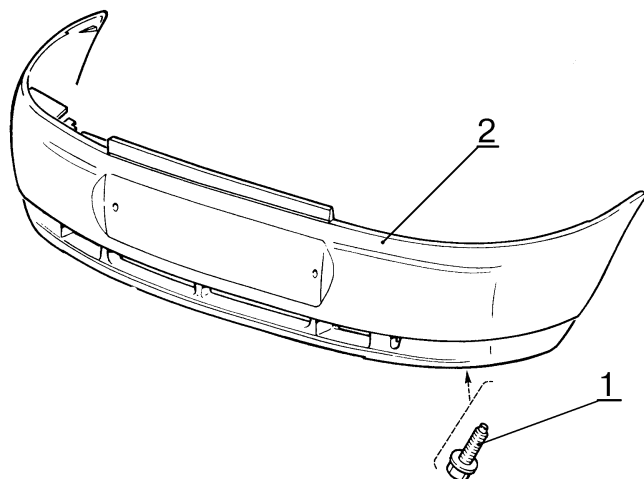

Рис.2. Бампер передний:
3.3 Отвернуть два болта 1, рис.2, отвернуть две гайки 3, снять задний бампер 2 (ключ торцовый 10).